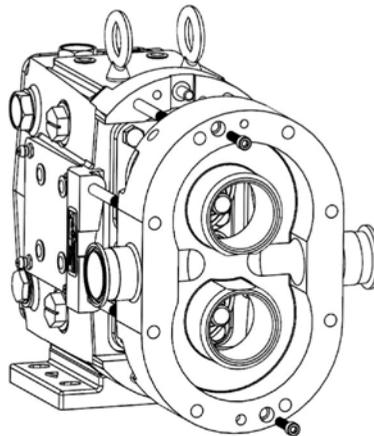

Figura 26: Remoción de carcasa
4) Remueva los dos tornillos de retención de la carcasa. Jale la carcasa deslizándola sobre los espárragos (figura 26). Si la carcasa se atora use un mazo suave para liberarla. Inspeccione la carcasa en busca de desgaste excesivo, límpiela y continúe con el mantenimiento de los sellos. Es importante regresar la carcasa a la misma caja de engranes pues ésta está ajustada con laines para esa carcasa en particular.